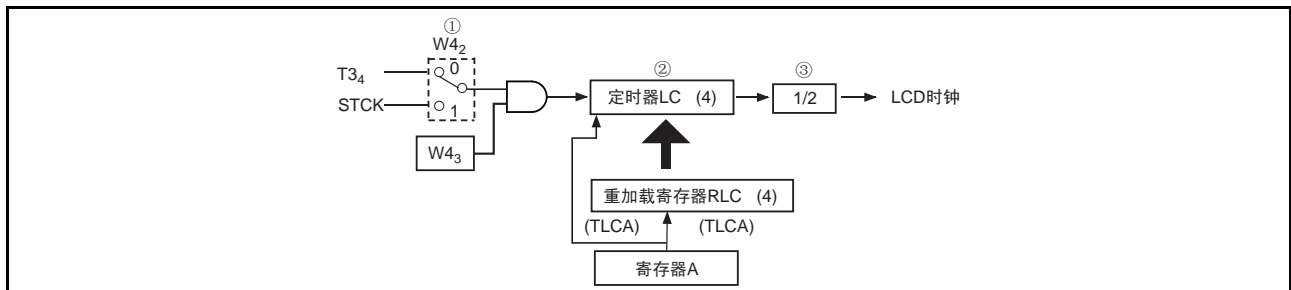

图 44 LCD 时钟控制电路的构成
因此，LCD 时钟的频率（F）可通过以下计算式求出。计算式下方的号码（①～③）与图 44 中的号码对应。